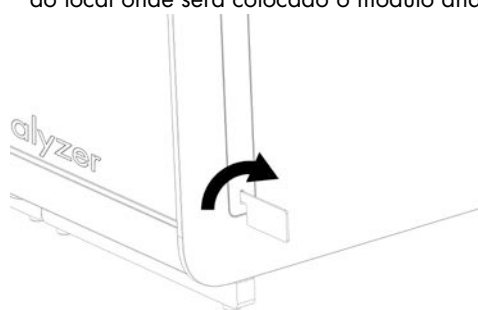

Figura 13. Remoção de tampas protetoras.
- 1e. Remova as tampas protetoras da parte lateral do módulo analítico, que corresponde ao local onde será colocado o módulo analítico adicional (Figura 13).